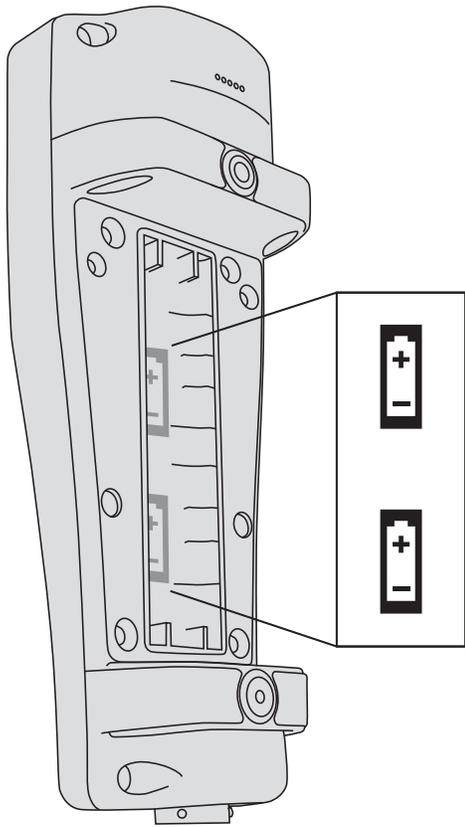

Figure 1 ProQuatro avec le couvercle des piles retiré. Notez les symboles de piles indiquant les polarités.
3. Enlevez le couvercle des piles et insérez les nouvelles piles, en vous assurant de respecter l'alignement correct de la polarité (Figure 1).